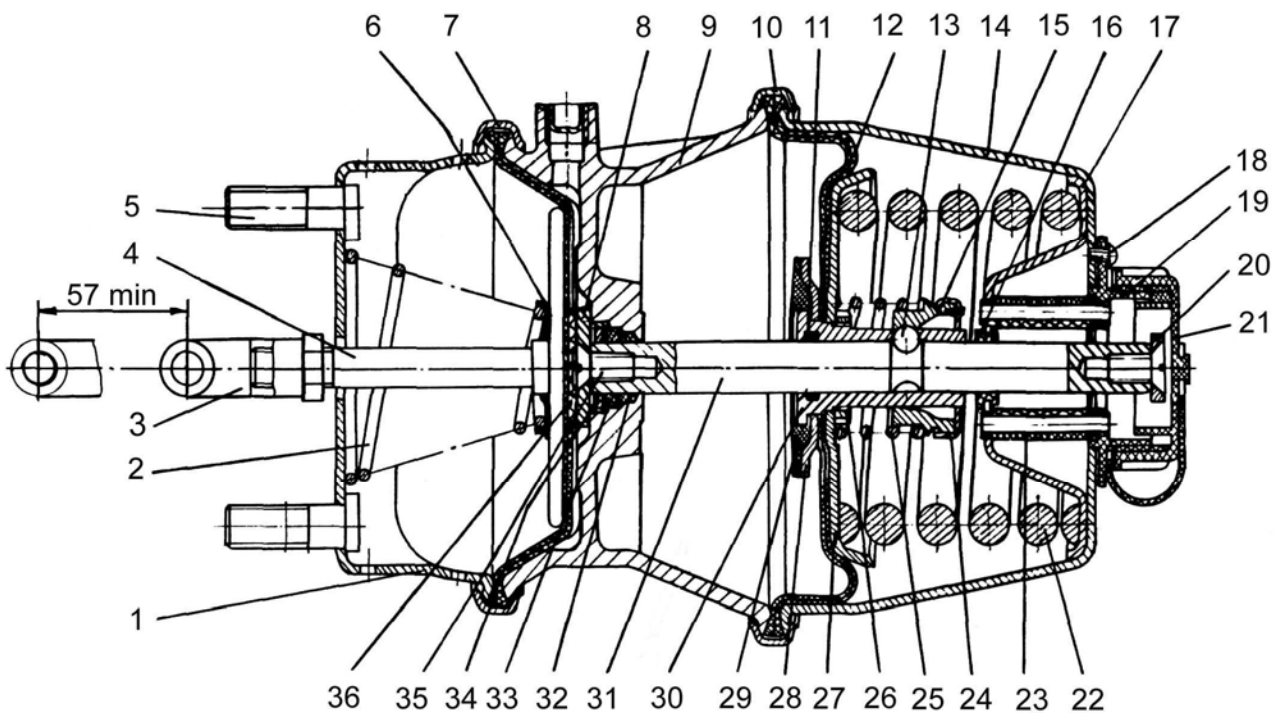

Рисунок 55 – Задняя тормозная камера с пружинным энергоаккумулятором:
**Задние тормозные камеры с пружинными энергоаккумуляторами.** Камера состоит из корпуса 9 (рисунок 55) рабочей камеры, крышки 14 пружинного энергоаккумулятора и фланца, соединяющего рабочую и пневмопружинную полости. Между корпусом 9 и фланцем зажата мембрана 12. Внутри крышки 14 установлена силовая предварительно сжатая пружина 22, воздействующая на мембрану 12. Полость под крышкой 14 соединена с атмосферой через колпак 19 крышки 21.
- вставить пневмопружинную камеру в приспособление, показанное на рисунке 56 корпусом 9 (рисунок 55) вниз;
- обхватить упором 2 приспособления разрезное кольцо 16 (рисунок 55) и, заворачивая рукоятку 1, поджать приспособление;
-отвернуть болты крепления хомутов 10 (рисунок 55), снять их и, постепенно отворачивая приспособление за рукоятку 1, добиться полного ослабления пружины 22 (рисунок 55) энергоаккумулятора;